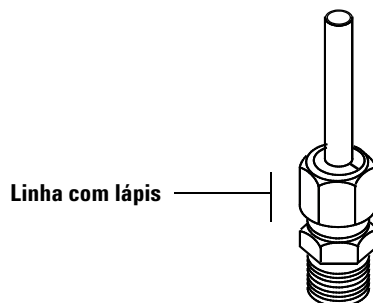

Figura 12 Marcação da conexão
- 7 Marque uma linha com lápis na porca (Figura 12).